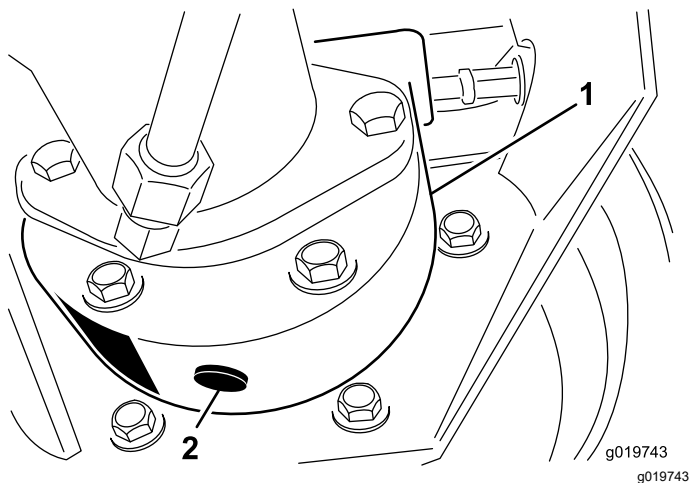

Figura 67
3. Mettete una bacinella sotto la scatola del freno, togliete il tappo di spurgo e lasciate defluire l'olio (Figura 67).